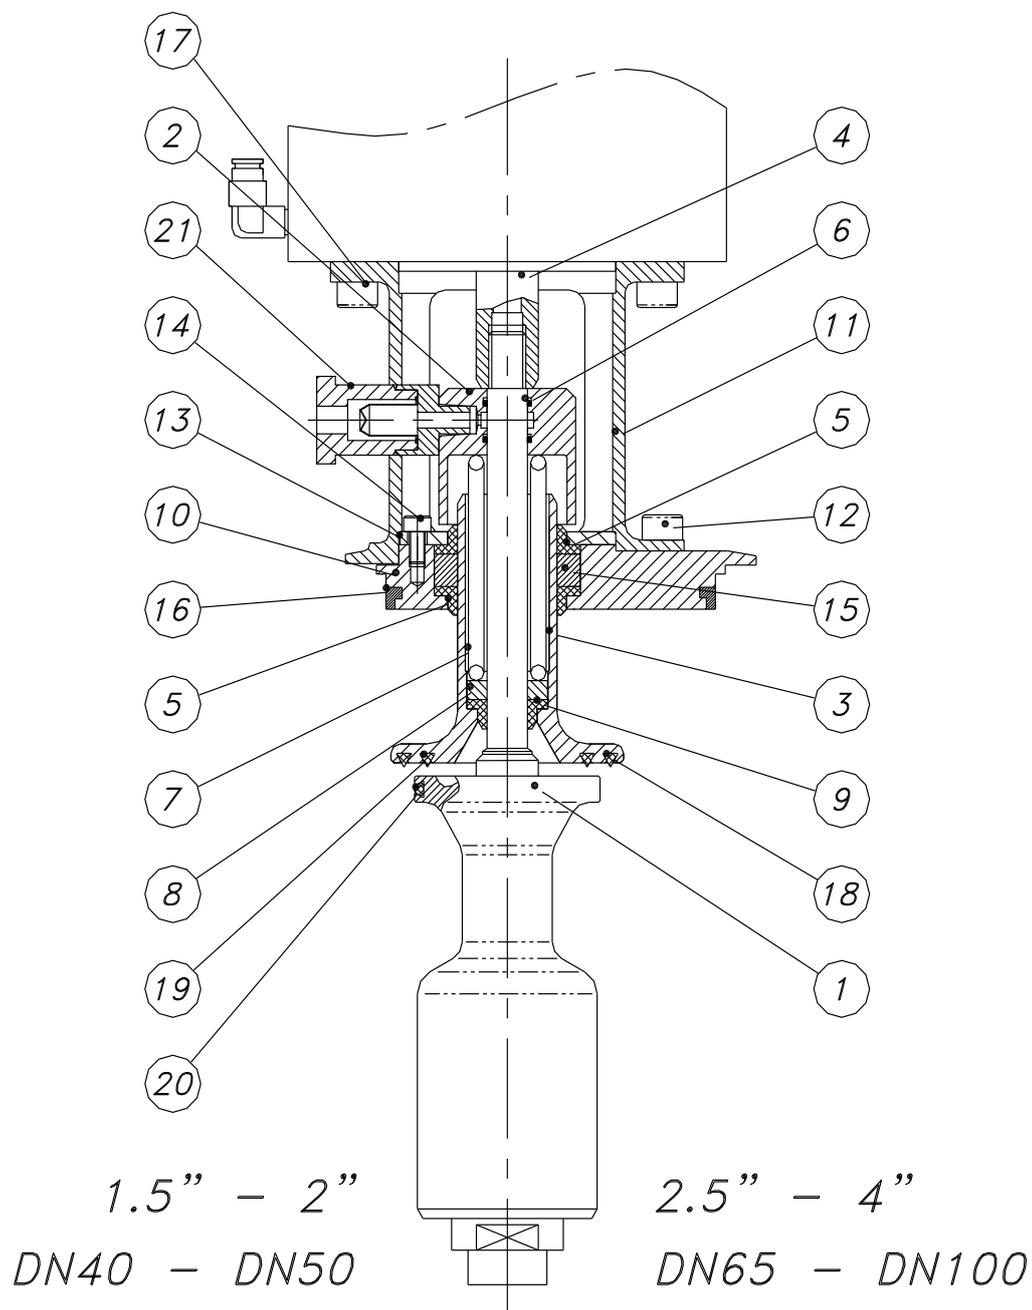

Fig. MBCSS1
1.2 Desmontaje del resorte/actuador (fig. MBCSS1)
1.5 Nuevo montaje de resortes y actuadores (fig. MBCSS1)
3.1 Junta y/o cojinete del eje superior (fig. MBCSS1)